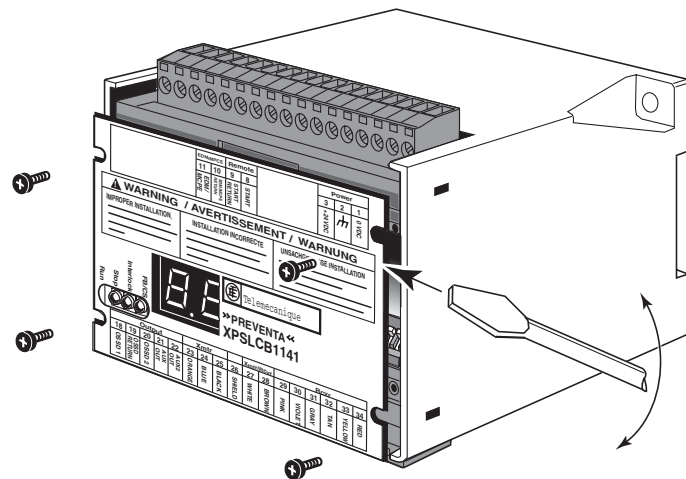

Abbildung 7: Zugang zu den DIP-schaltern
1. Die vier Befestigungsschrauben der Abdeckung entfernen (siehe Abbildung 7).
2. Einen Schraubendreher mit vorsichtig der Klinge zwischen der Abdeckung und dem Steuergerätsgehäuse ansetzen und die Abdeckung vorsichtig abnehmen (siehe Abbildung 7). Die Abdeckung hat keine Scharniere und kann vollständig abgenommen werden.